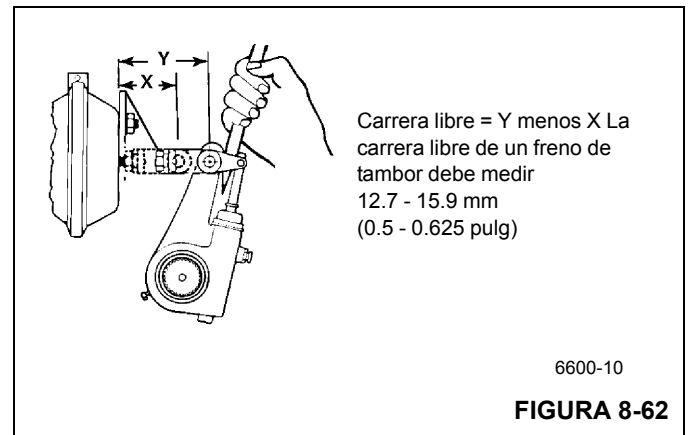

FIGURA 8-62
3. Mida la distancia del centro del pasador de horquilla grande a la parte inferior de la cámara de aire con el freno suelto. Esta medición se indica con una "X" en la Figura 8-62.
4. Utilice una palanca para mover el ajustador de holgura y colocar los forros contra el tambor, con los frenos aplicados. Mida la misma distancia nuevamente con los frenos aplicados. Esta medición se indica con una "Y" en la Figura 8-62.
5. Reste la medición "X" de la "Y" (Figura 8-62) para calcular la carrera libre.